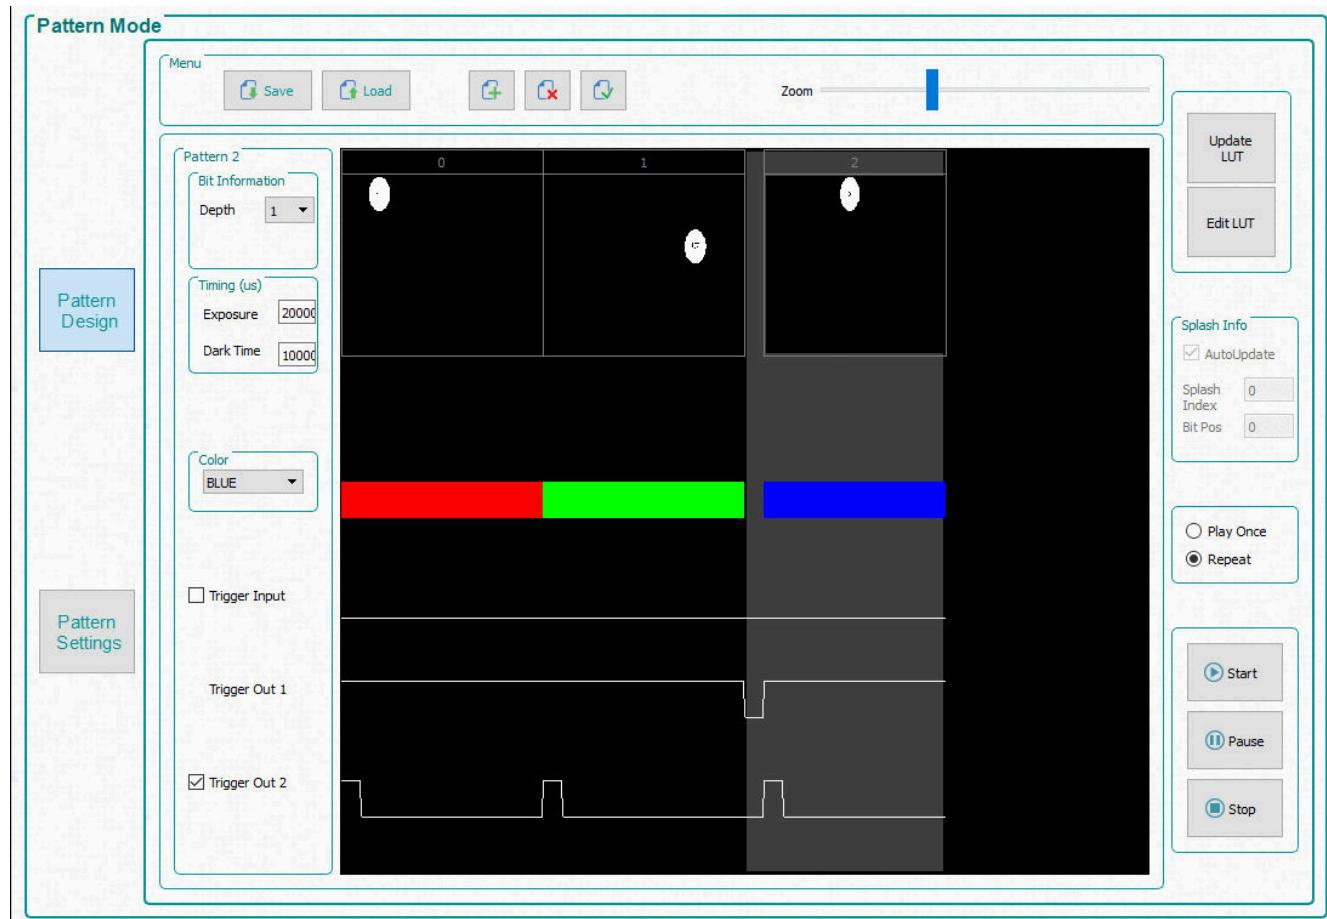

図 2-2. 単純な 3 パターンのシーケンス
次の 3 つの手順では、選択したパターンが、明るい灰色の選択領域で示されます。図 2-2 を参照してください。この図は、3 番目のパターン (パターン 2) を選択した状態です。
5. 3 番目のパターンを選択し、ビット深度 1 を選択します。露出を 200000 μ s に、ダークタイムを 100000 μ s に設定して、カラーの「**青色**」を選択します。パターンシーケンスを、図 2-2 に示します。